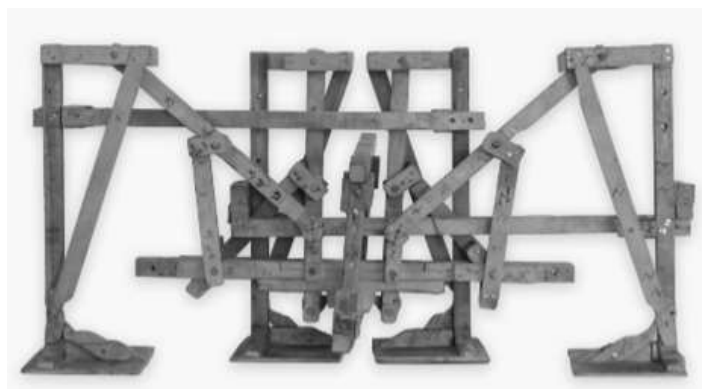
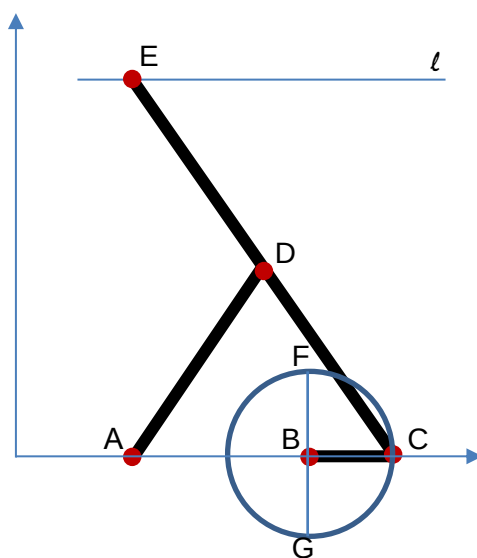

Рис. 5. Стопоходящая машина Чебышёва
Рис. 6. Лямбда-механизм
11. В основе стопоходящей машины (рис. 5) великого русского математика и механика Пафнутия Львовича Чебышёва лежит изобретенный им лямбда-механизм (см. рис. 6, масштаб на рисунке не соблюден). Это механизм представляет из себя рычажную систему, в которой рычаги AD , EC и BC соединены шарнирами C и D . $|BC| = a$, $|AD| = |ED| = |DC| = 2,5a$, $|AB| = 2a$. Шарниры A и B закреплены на горизонтальной опоре. При вращении рычага BC вокруг точки B от верхней точки F к нижней точке G по правой полуокружности точка E движется лишь незначительно отклоняясь от прямой l . Пусть $a = 7$ см.